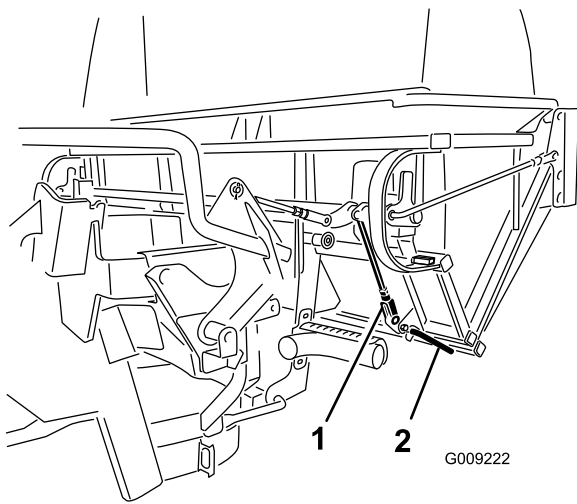

Bild 50
4. Stellen Sie sicher, dass die Zugstangen ganz einrasten und die Verriegelungsstange berühren, die an der Klappe angeschweißt ist (Bild 50).